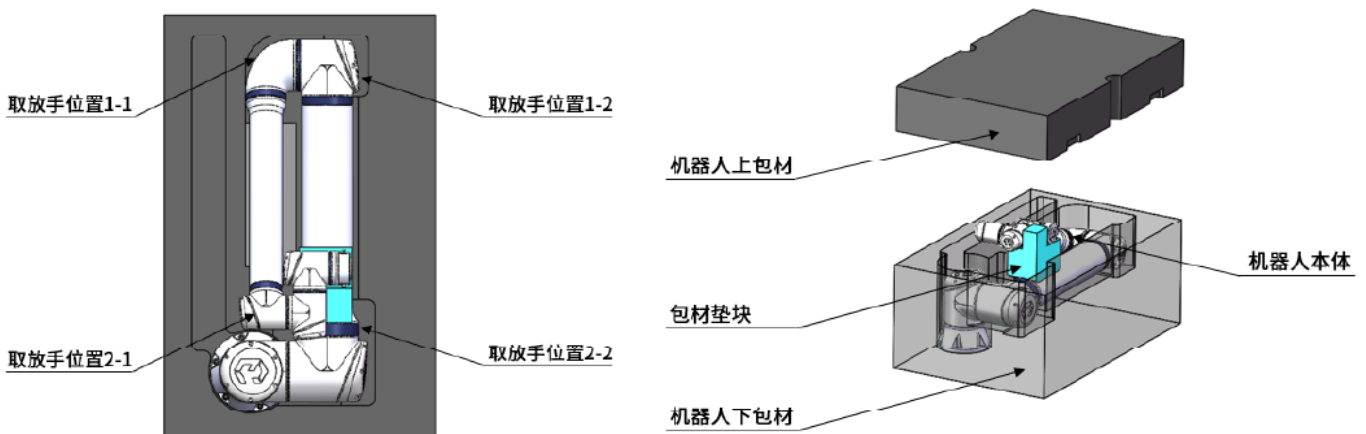

图 6-1: 机器人打包图 1
1. (A1: 135°、A2: -180°、A3: 160°、A4: 110°、A5: 0°、A6: -90°)，如图 6-1 所示；